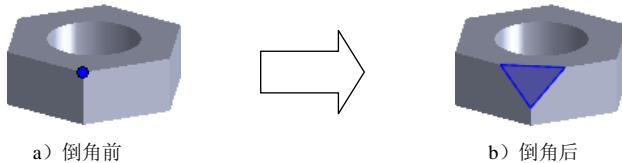

图 5.7.3 顶点倒角特征
- 利用“倒角”对话框还可以创建如图 5.7.3 所示的顶点倒角特征，方法是在定义倒角类型时选择“顶点”选项，然后选取所需倒角的顶点，再输入目标参数即可。